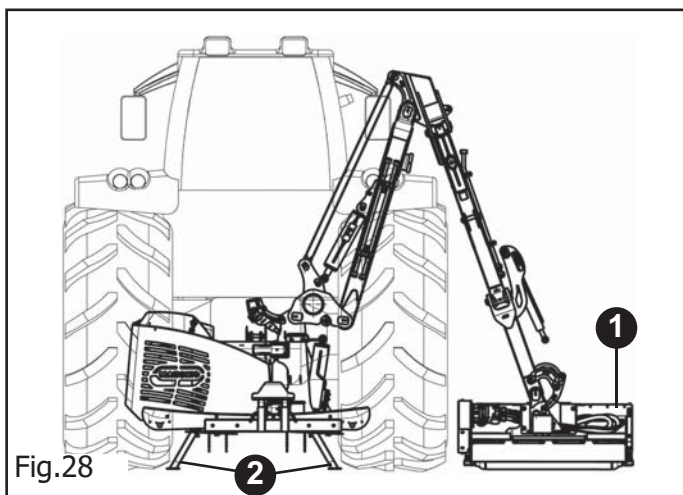

Fig.28
- 2) Placer la machine en position de travail et poser la tête de broyage (1 Fig.28) au sol ;
- 3) Abaisser et bloquer les pieds d'appui (2 Fig.28) de la machine ;